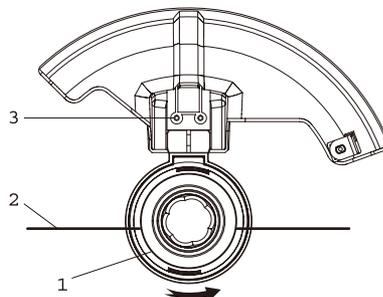

FIG. 7
1. Déposez l'outil sur le dos sur une surface de travail propre (fig. 7).
2. Faites glisser le protecteur dans la direction indiquée par la flèche (1).
- REMARQUE :** Assurez-vous que le fil de coupe (2) n'est pas coincé entre le protecteur et son dispositif de fixation.
3. Insérez 2vis dans les trous correspondants (3) du boîtier du moteur.